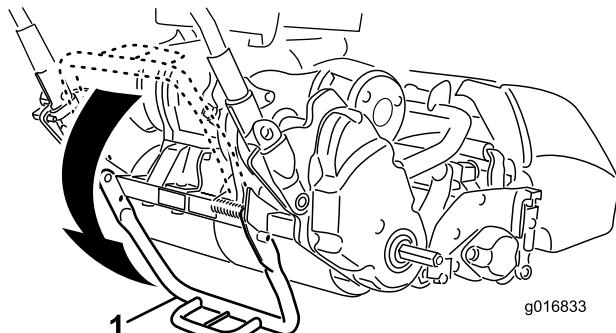

図 7
- キックスタンドを立てる（（キックスタンドの中央部に足を置き、機体の下部についているハンドルで機体を持ち上げると、スタンドの上に機体が載る（図 7）。